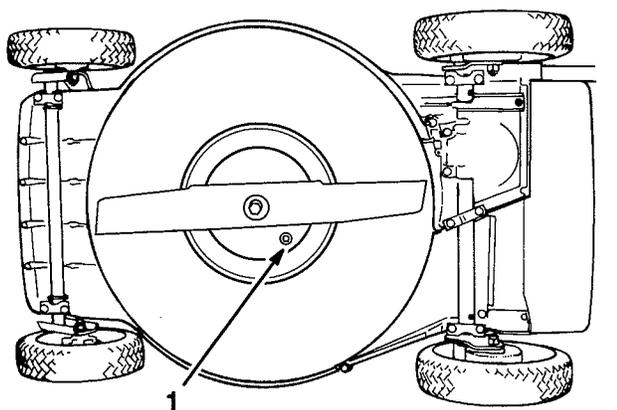

Abbildung 14
- Den Mäher auf die rechte Seite kippen (Abb. 14).
- Den Abblaßstopfen von der Unterseite des Mähers entfernen (Abb. 14).